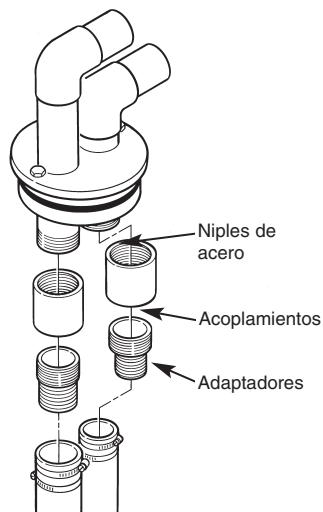

Figura 9
- Use manguitos y adaptadores de tubería para conectar las entrerroscas a la tubería de plástico en el pozo (consulte la Figura 9). Para evitar fugas, cubra con cinta de Teflón todas las uniones roscadas.